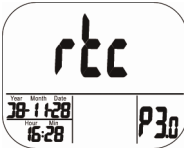

Abb. 12: P3.0-Modus zur Einstellung von Uhr und Kalender. (rtc steht für real time clock)
- Drücken Sie im P1.0-Modus die ▲-Taste zweimal, um in den P3.0-Modus zur Einstellung von Uhr und Kalender zu gelangen (Abb. 12).